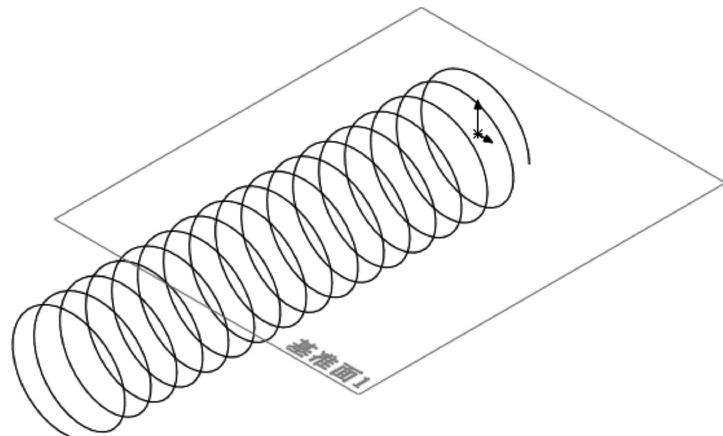

图 9-29 生成基准面 1
- [3] 单击【确定】按钮，生成基准面 1，如图 9-29 所示。